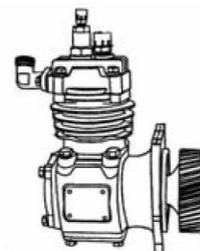

Fig 3-17 Air Compressor
4.10 Перевірте герметичність впускної та випускної труб повітряного компресора. Перевірте та очистіть від бруду випускний і впускний клапани. Перевірте витік. Усуньте несправності. Профіль повітряного компресора див. на рис. 3-17 Повітряний компресор.